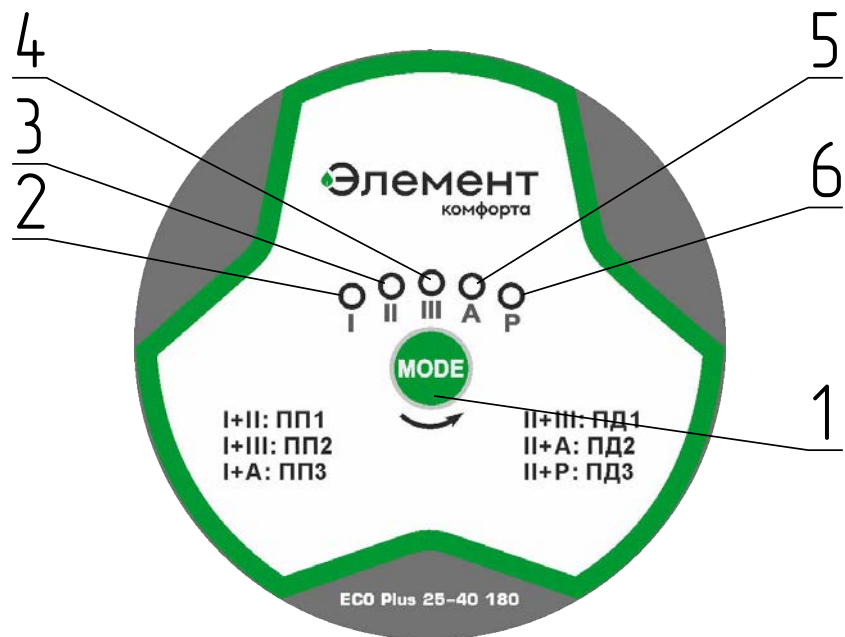

Рис.16 Органы управления.
- Повышенное напряжение сети – насос выключается при напряжении 270В и автоматически включается при уменьшении ниже 260В; мигает индикатор I (см. Рис.16).
7.8.1. Режимы работы насоса меняются поочередно последовательным нажатием кнопки MODE на фронтальной части блока подключения и управления (см. рисунок 16). Насос при этом должен быть подключен к сети.